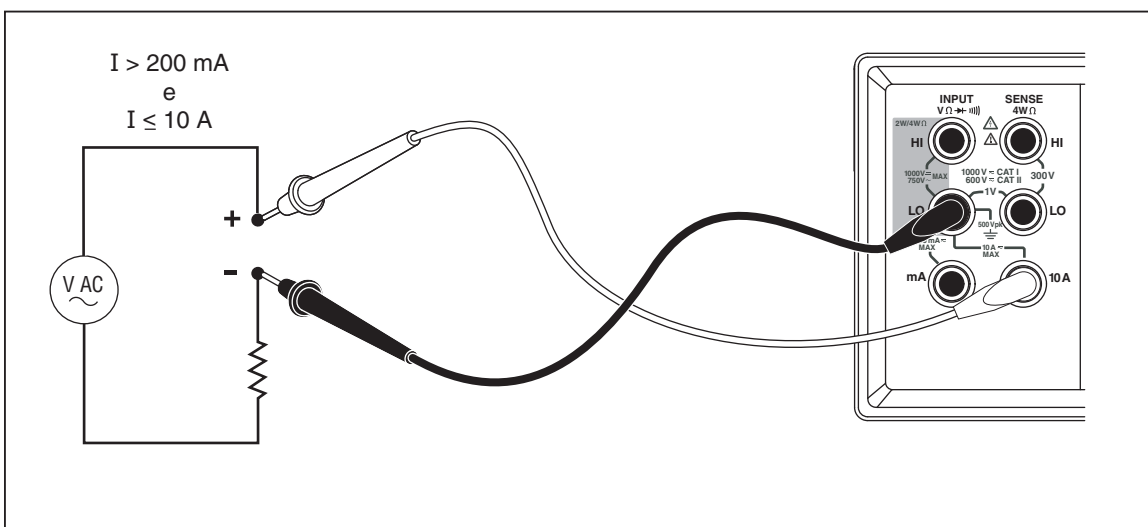

Figura 3-9. Misurazione di corrente da 200 mA a 10 A
5. Per misure previste da 200 mA a 10 A, collegare i cavetti di prova solo ai terminali 10 A e LO. Vedere la Figura 3-9.